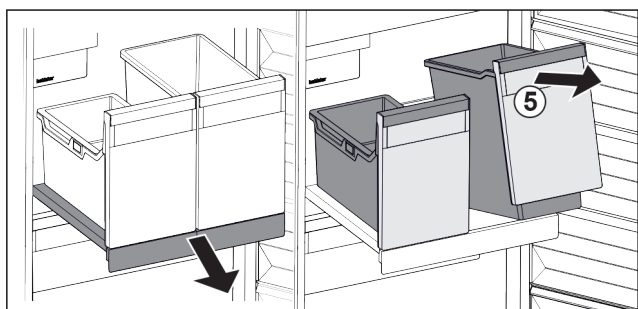

Fig. 118
- ▶ Emelje meg a tároló Fig. 118 (5) elejét.